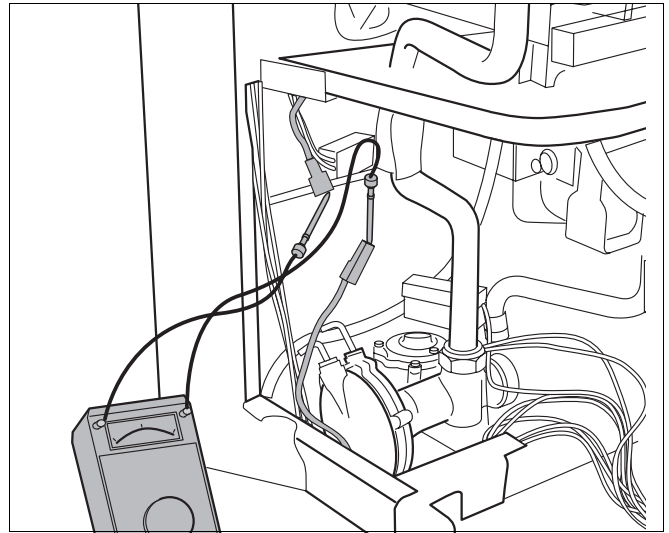

Fig. 27 Mesurer le courant d'ionisation
- Débrancher le raccordement à fiche du câble menant à l'électrode d'ionisation et raccorder ces deux éléments sur le dispositif pour mesurer le courant. Sélectionner le champ  $\mu\text{A}$  (cc) sur le dispositif de mesure (fig. 27).